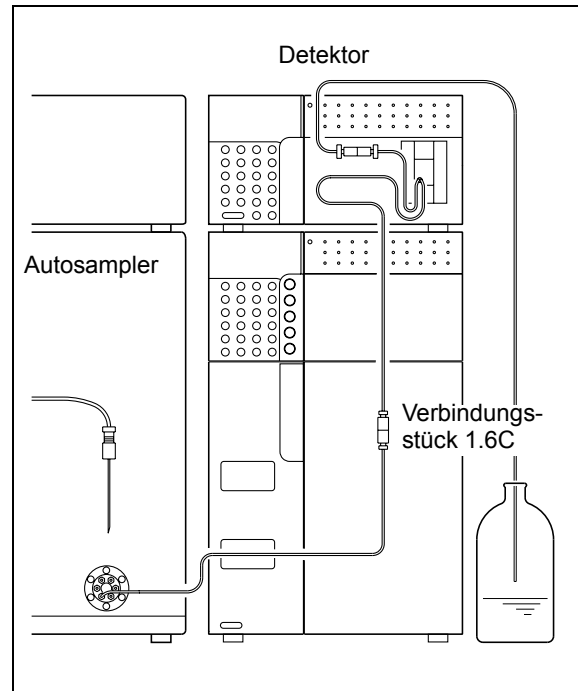

Fig. 7.11
- 3** Reinigen Sie die Flusslinien des Systems. Verwenden Sie hierzu eines der im Folgenden beschriebenen Verfahren. Achten Sie darauf, vor dem Reinigen der Flusslinien die Säule vom System zu entfernen und die Einlass- und Auslasskapillare der Säule mit einem Verbindungsstück 1.6C zu verbinden ("Fig. 7.11").
- 4** Gießen Sie nach Beendigung der Reinigung die mobile Phase (A: Wasser, B: Methanol) in den Flüssigkeitsbehälter, und schließen Sie die Säule wieder an das LC-System an ("Fig. 7.11"). Gießen Sie Methanol als Spülflüssigkeit in den Flüssigkeitsbehälter und spülen Sie den Autosampler.